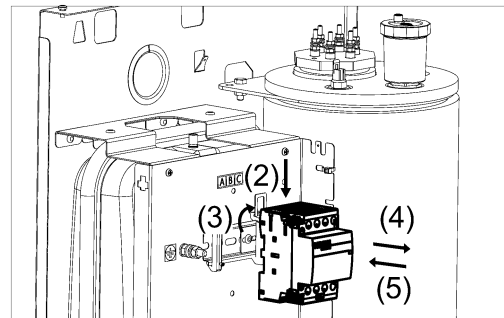

Рисунок 18. Замена электромагнитного контактора
- (1) Отсоедините провода подсоединённые к контактору (см. рис. 18);
- (2) Используя плоскую отвёртку выдвиньте “язычок” контактора;
- (3) Поверните контактор вверх на угол $10 \div 15^\circ$;
- (4) Снимите контактор с DIN-рейки;
- (5) Установите новый контактор на DIN-рейку взамен прежнему;
- (6) Подсоедините к контактору провода Для справочной информации см. Приложение В.